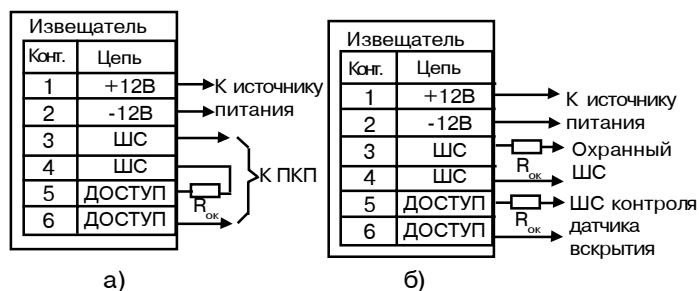

Рис.3
- Выполните соединения согласно рис.3а(для подключения в один ШС) или рис. 3б (с контролем датчика вскрытия отдельным ШС).